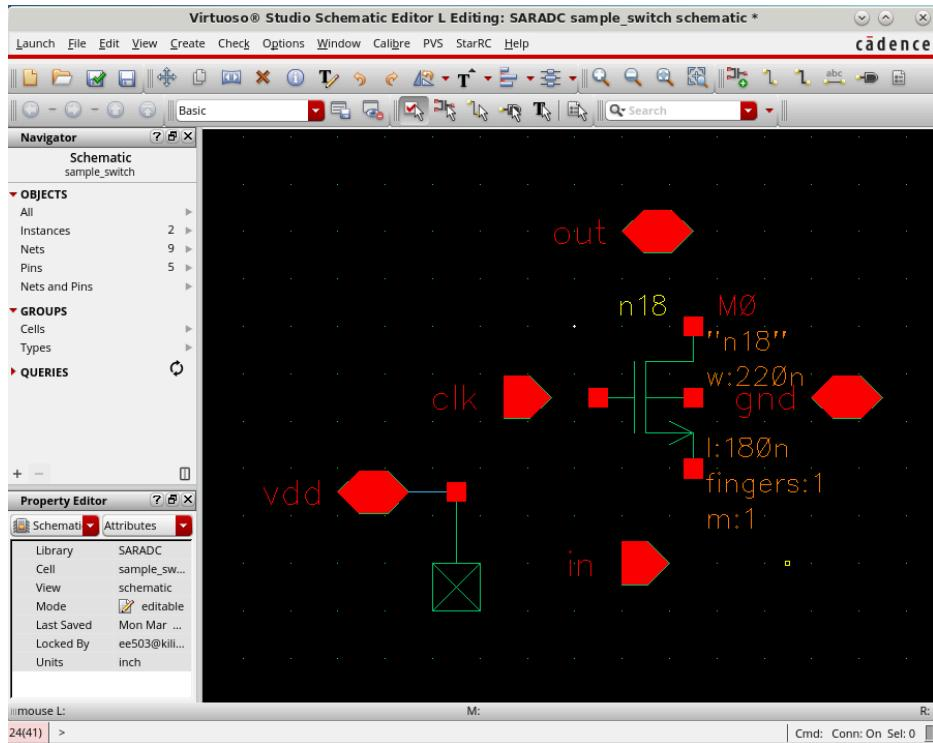

图 71 NMOS 实例化
7. 点击 Schematic 视图中的空白处，将 NMOS 实例化。如图 71 所示。然后按键盘上的 **esc** 键关闭对话框。